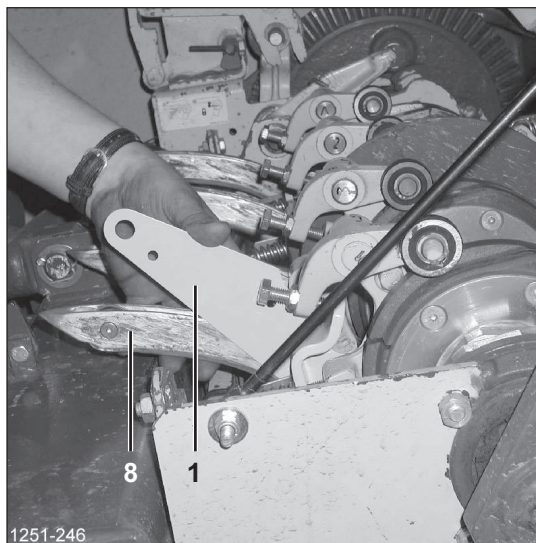

Рисунок 78
- (Рисунок 78) Вставьте калибр для иголок [1] в обвязочное устройство. Установите отверстие [2] калибра для иголок на головку винта обвязочного устройства.